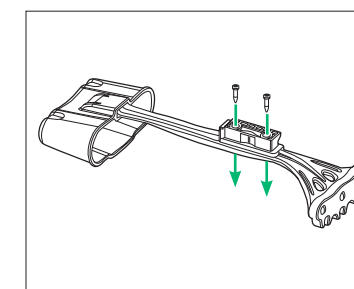

FIGURE 7
- 3a** Vissez la fixation du carquois dans le carquois avec les vis du carquois à l'aide du tournevis (non fourni). (Fig.7)